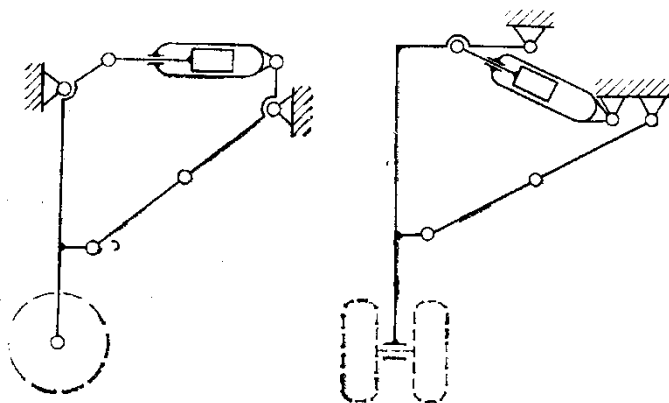

Рис. 1.26,27.
72. В каком из четырех ответов правильно указано число степеней свободы изображенного на рис. 1.26 механизма уборки и выпуска передней ноги шасси самолета?